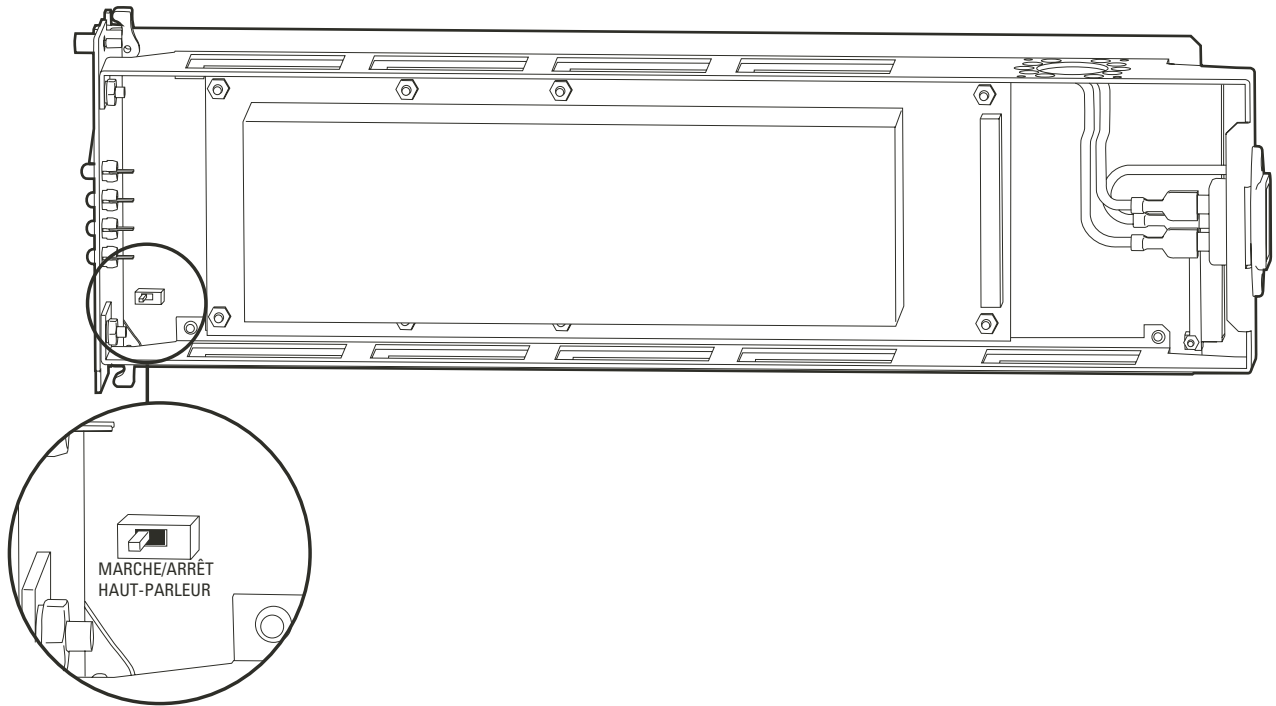

Figure 19. Interrupteur du haut-parleur de l'alarme du bloc d'alimentation
3. Mettez l'interrupteur du haut-parleur sur la position désactivée (OFF) (reportez-vous à la Figure 19).